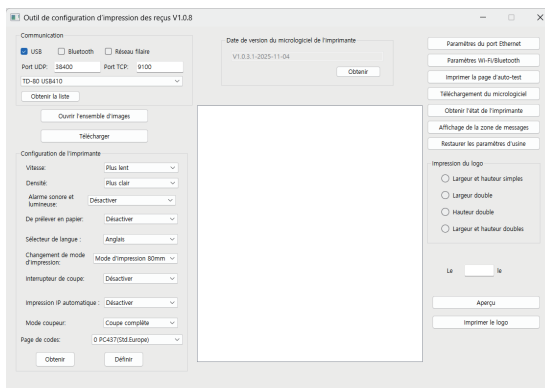

Fig.1
- ① Maintenez le câble USB correctement connecté. Ouvrez l'outil de configuration (voir Figure 1).